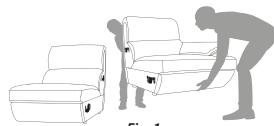

Fig. 1
- soulever l'un des éléments et le rapprocher de l'autre, (Fig. 1),